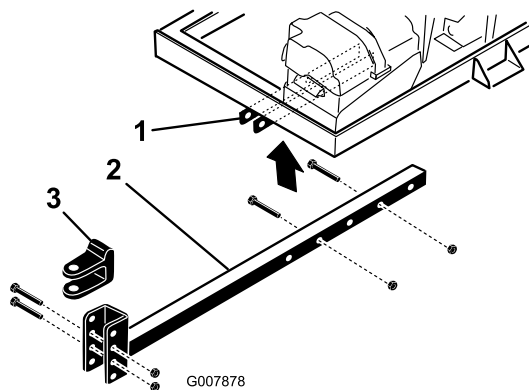

Figura 4
4. Prenda o tubo de engate aos suportes do chassis (Figura 4) com 2 parafusos ($\frac{3}{8}$ x 3 pol.) e 2 porcas flangeadas ($\frac{3}{8}$ pol.).
3. Introduza o tubo de engate nos suportes da estrutura (Figura 4).